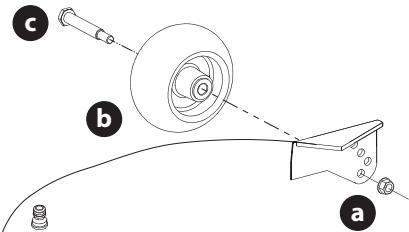

Figure 12
- Retirez l'écrou autobloquant (a), la roue antidégazonnement (b) et le boulon à épaulement (c) du plateau de coupe (Figure 12).
- Insérez le boulon (c) dans un des quatre trous du support de roue. Il faut un dégagement de 6,35 mm (1/4 po) à 12,7 mm (1/2 po) entre la roue et le sol (Figure 12).